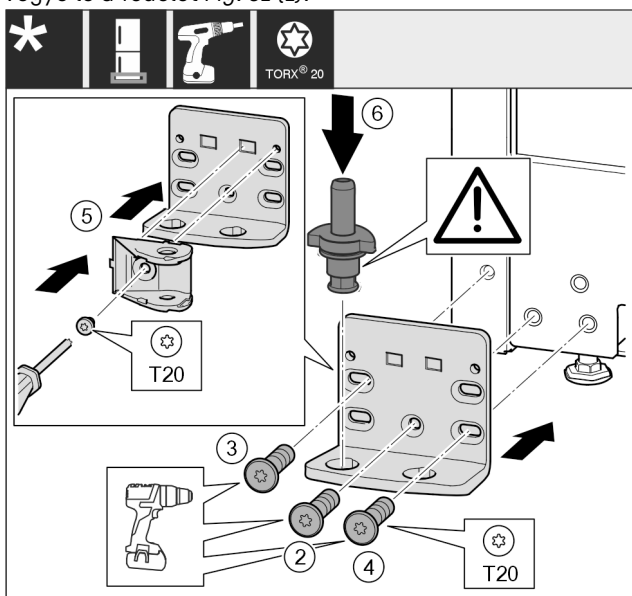

Fig. 32
- ▶ Helyezze fel a csapágybakot a másik oldalra, és csavarozza fel csavarhúzóval. Kezdje alul a középső csavarral Fig. 32 (2).
- ▶ Húzza meg a csavart Fig. 32 (3) és a csavart Fig. 32 (4).
- ▶ Fordítsa el 180°-kal a záráscsillapító egységet Fig. 32 (5). Csavarozza fel a csapágybak másik oldalára csavarhúzóval.
- ▶ Helyezze be teljesen a csapszeget Fig. 32 (6). Ügyeljen közben arra, hogy a reteszelő bütyök hátrafelé mutasson.